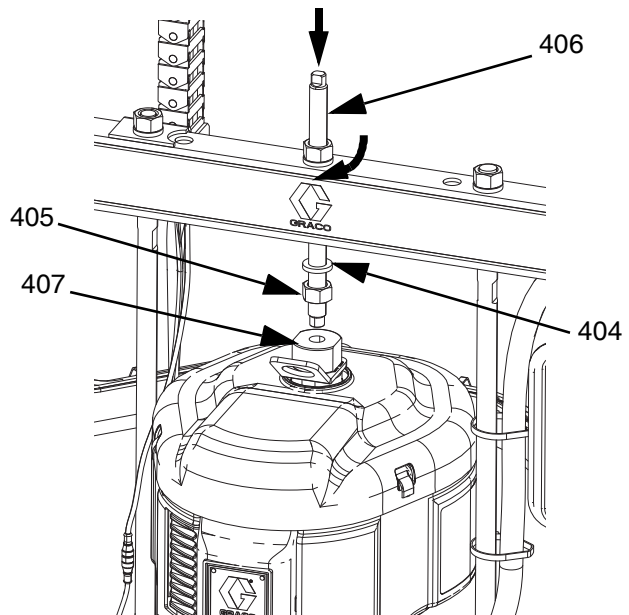

FIG. 47
- b. Instale la varilla roscada (406) a través del agujero central elevador. Instale las arandelas de seguridad (404) y tuercas (405) en la varilla roscada (406), tanto arriba como debajo de la barra de unión. Use una llave para sujetar el adaptador del anillo de elevación (407) y, con otra llave, apriete la varilla roscada (406) en el adaptador del anillo de elevación (407). Vea la FIG. 47.
- c. Apriete la tuerca (405) debajo de la barra de unión a 34 N•m (25 lb-pie) como máximo.
- d. Apriete la tuerca (405) encima de la barra de unión para bloquear el motor neumático (B) en su sitio.